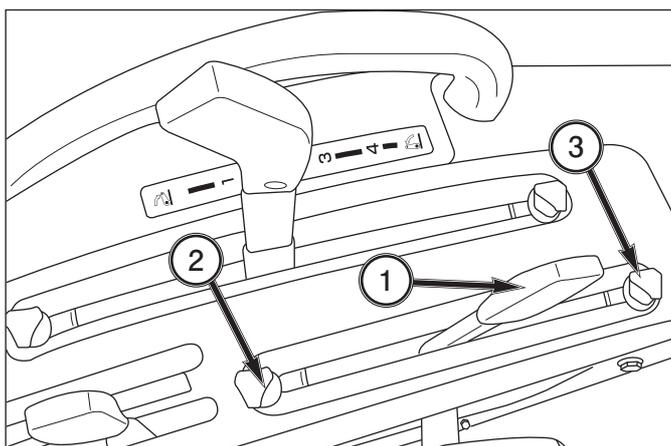

FIG. 4-33
**FIG. 4-33:** Pour commencer à travailler, alignez le tracteur et l'équipement sur le terrain et déplacez le levier de commande 1 vers le bas (pour abaisser l'équipement). Réglez la hauteur de l'équipement avec le levier de position et réglez les butées 2 et 3 à votre convenance. Pour tourner, déplacez le levier de position vers l'arrière pour lever l'équipement avant de tourner. Ramenez l'équipement à sa position de travail en ramenant le levier de position à sa position antérieure contre la butée. À la fin du travail, pour vous déplacer, amenez le levier de position complètement vers l'arrière de la glissière.